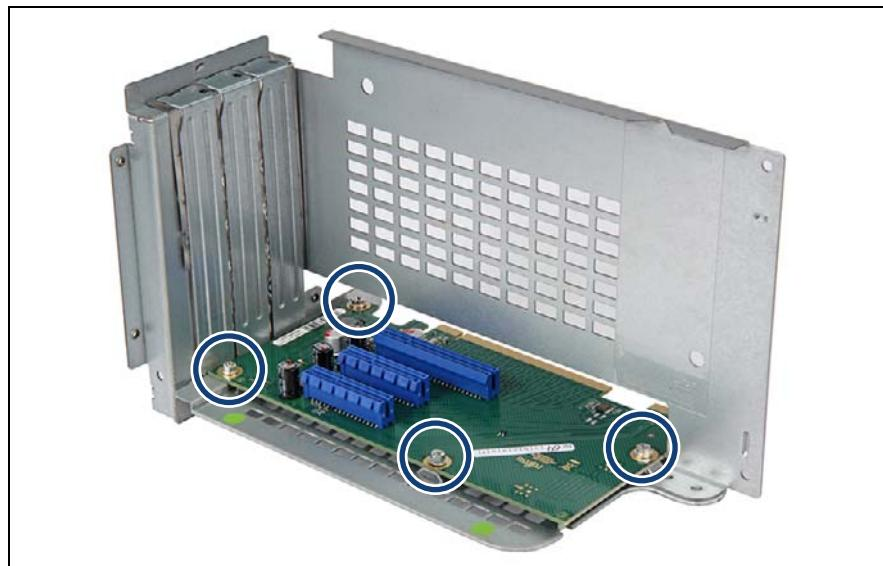

図 222: ライザーカードの取り外し
- ▶ ライザーカードを 4 本のネジで固定します（図 222 の丸で囲んだ部分）。